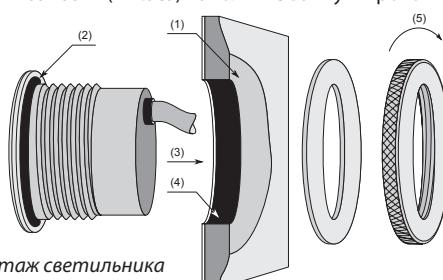

Рис.1: Монтаж светильника
С внутренней стороны ванны аккуратно просверлите отверстия диаметром (a) 50 мм для управления N3257K, (b) 48-50 мм для светильника EL11. Согласно рис. 1 выровняйте опорную поверхность (1) на внешней стороне ванны так, чтобы была перпендикулярна оси смонтированного светильника/управления. Клеящиеся поверхности элементов (светильника, управления) и ванны тщательно очистите и обезжирьте. На поверхность элемента, на место соединения (2) нанесите умеренное количество рН нейтральной замазки RAVAK Professional. Элемент просуньте (3) в отверстие, соответственно ориентируйте. Пространство (4) между светильником и ванной также уплотните замазкой. Снабдите элемент соответствующей шайбой и укрепите натяжением (5) гайки. Светильник дотяните моментом 8 N.m. Устранив избыточную замазку. Наиболее просто это сделаете после её легкого затвердения. После затвердения замазки (24 часа) наполните ванну и проконтролируйте герметичность монтажа светильника.